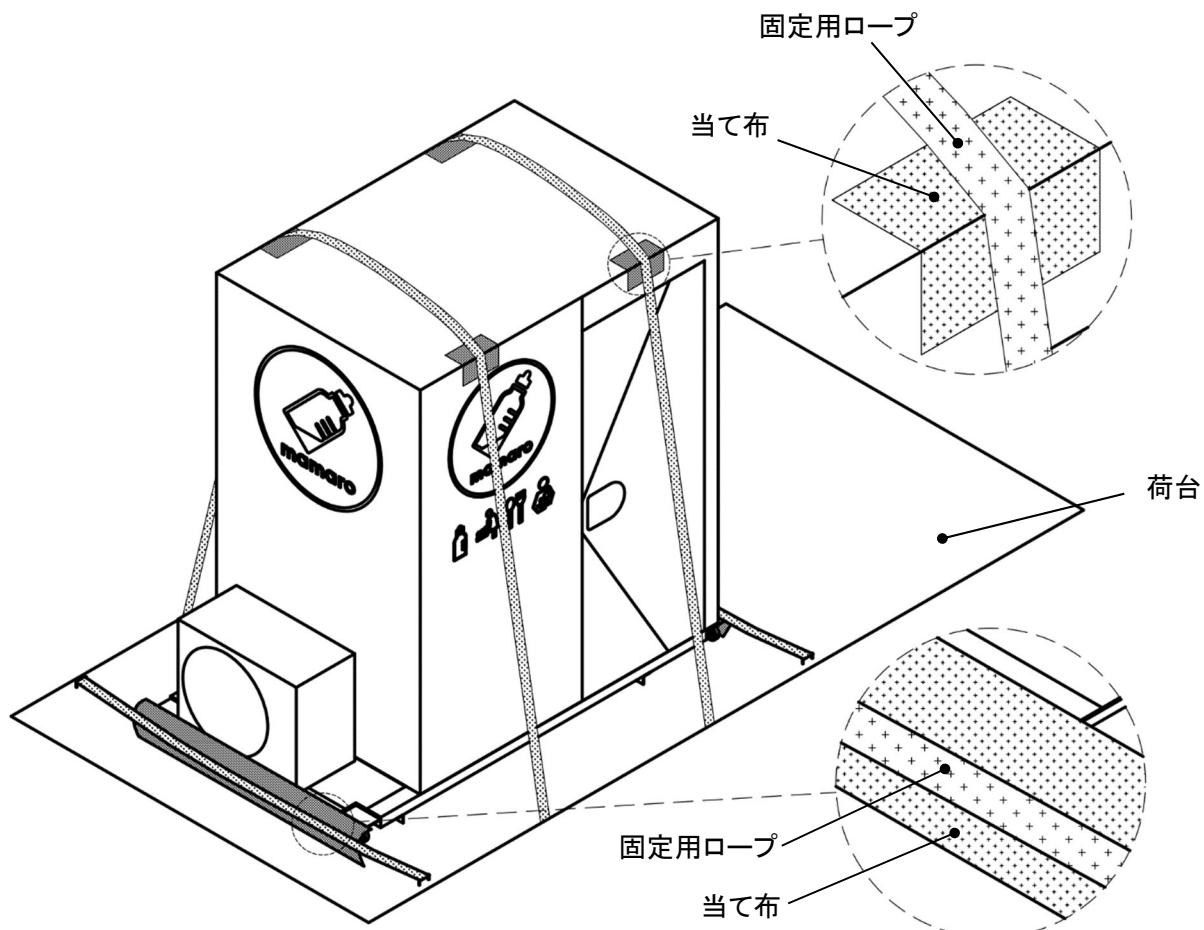

Fig. 3-1 車両への固定方法
- ❗ ユニットをトラックの荷台に固定してください。その際、キャスターのロックを必ず行い、Fig. 3-1 のように屋根ヘロープ等をかけて固定してください。
- ③ 荷台に積載したら Fig. 3-1 のように屋根および架台の左右をロープ等で荷台に固定してください。このとき、ロープとユニットがかかる位置に当て布をするようにしてください。